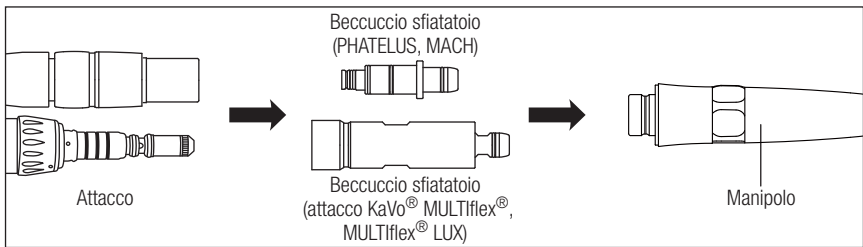

Fig. 15
- 4) Connettere all'attacco il beccuccio sfiatatoio, collegare quindi il manipolo. Far funzionare il dispositivo con un getto d'aria a vuoto per più di 5 secondi. (Fig. 15)